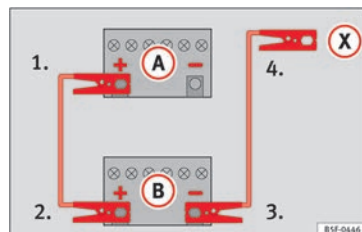

Fig. 77 Esquema de conexión para vehículos sin sistema Start-Stop.
2. Emborne un extremo del cable **rojo** de emergencia al polo positivo (+) del vehículo con la batería descargada (A) » » » fig. 77.
3. Emborne el otro extremo del cable **rojo** de emergencia al polo positivo (+) del vehículo que suministra la corriente (B).
4. **En los vehículos sin sistema Start-Stop:** emborne un extremo del cable **negro** de emergencia al polo negativo (-) del vehículo que suministra la corriente (B) » » » fig. 77.
– En los vehículos con sistema Start-Stop: emborne un extremo del cable **negro** de emergencia (X) a un terminal de masa adecuado, a una pieza de metal maciza que